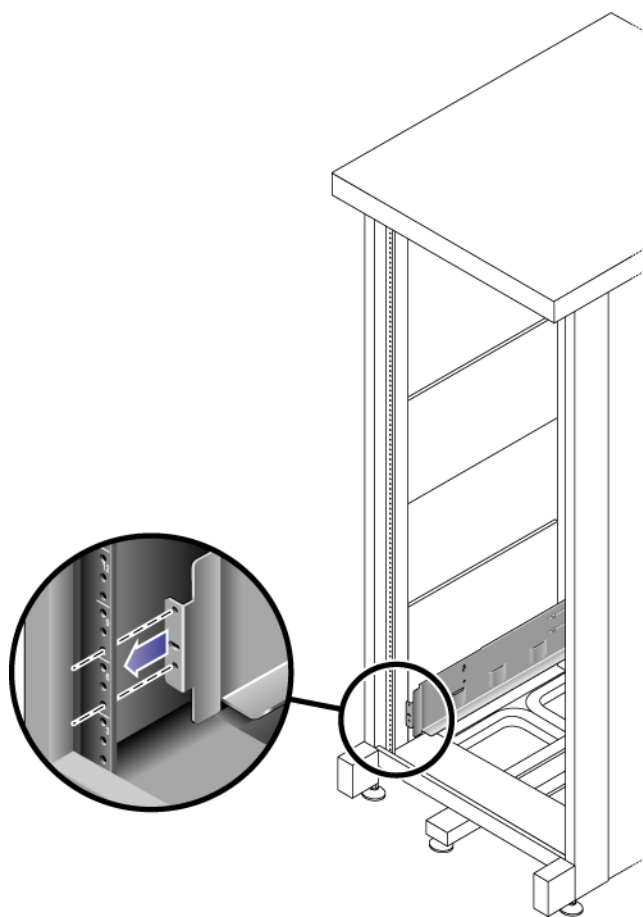

FIGURE 2-3 Positionnement de l'avant du rail gauche derrière le rail avant gauche de l'armoire
1. Placez l'avant du rail gauche derrière le rail avant gauche de l'armoire (FIGURE 2-3).